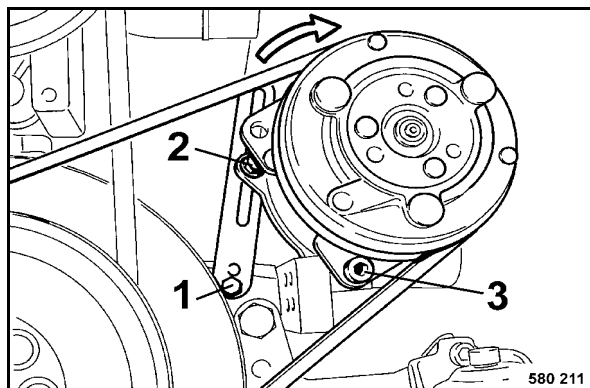

Fig. 139
- Desserrer légèrement les vis de fixation 1, 2 et 3 (Fig. 139).